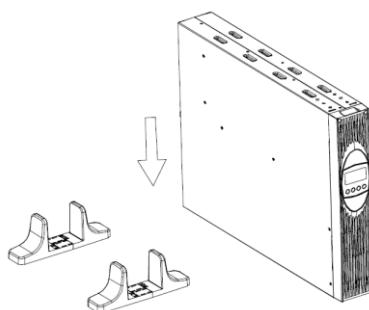

Abbildung 4: Installation als Tower
| Abbildung 4: Installation als Tower .....                | 10 |
1. Schieben Sie die USV-Anlage vertikal in die beiden Füße (siehe Abbildung 4). Achten Sie auf einen möglichst großen Abstand zwischen den Füßen, um hohe Stabilität zu gewährleisten.